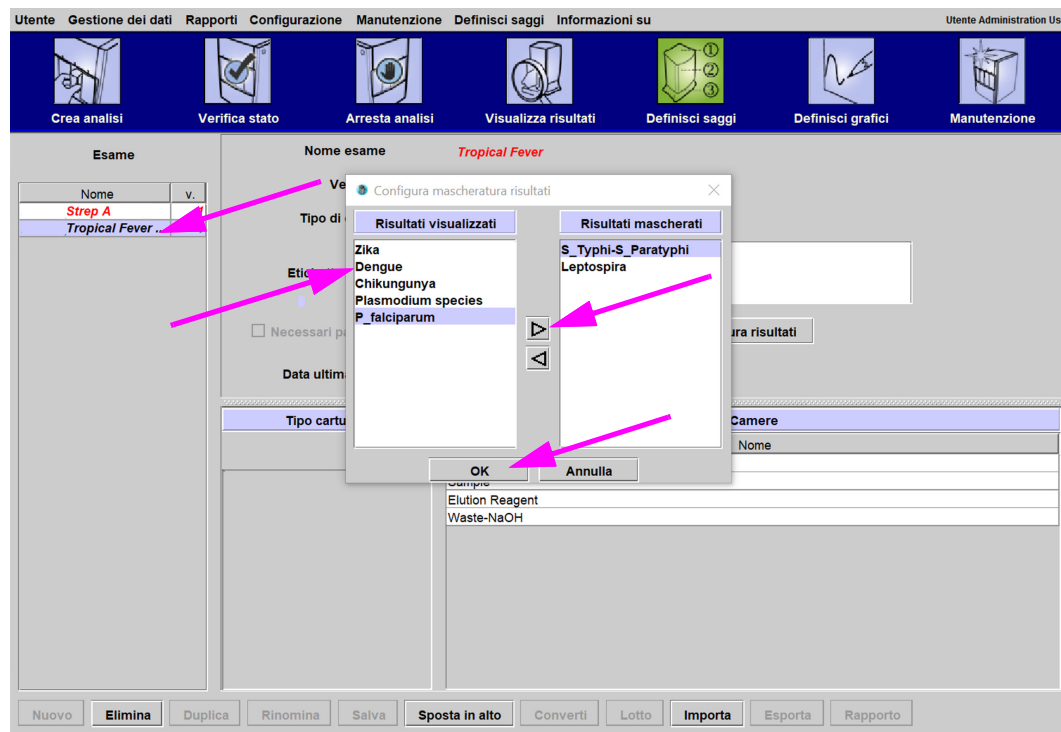

Figura 5-28. Schermata Definisci saggi con la sovrapposizione Configura mascheratura risultati.
Viene visualizzata la schermata **Definisci saggi** (Define Assays), come mostrato nella figura 5-28.
3. Fare clic su **Configura mascheratura risultati (Configure Results Masking)** (vedere la Figura 5-28).
4. Viene visualizzata la sovrapposizione Configura mascheratura risultati (Configure Results Masking), come mostrato nella figura 5-28. La sovrapposizione Configura mascheratura risultati (Configure Results Masking) comprende due colonne: Risultati mostrati (Displayed Results) e Risultati mascherati (Masked Results). Tutti i risultati della colonna Risultati mostrati (Displayed Results) verranno mostrati nei risultati finali del test. I risultati nella colonna per quelli mascherati (Masked) non verranno mostrati nel risultato finale del test.